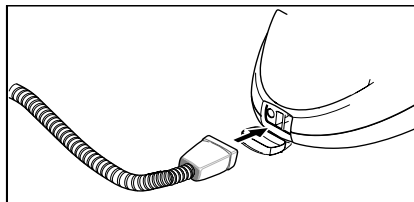

Afbeelding 1
- Ophanghaak (G3) met ingedrukte ontgrendelingsknop tot het tweede raster van onderaf op een verlengpijp (G1) schuiven. Ophanghaak moet bij het loslaten van de ontgrendelingsknop vastklikken (zie afbeelding 1).